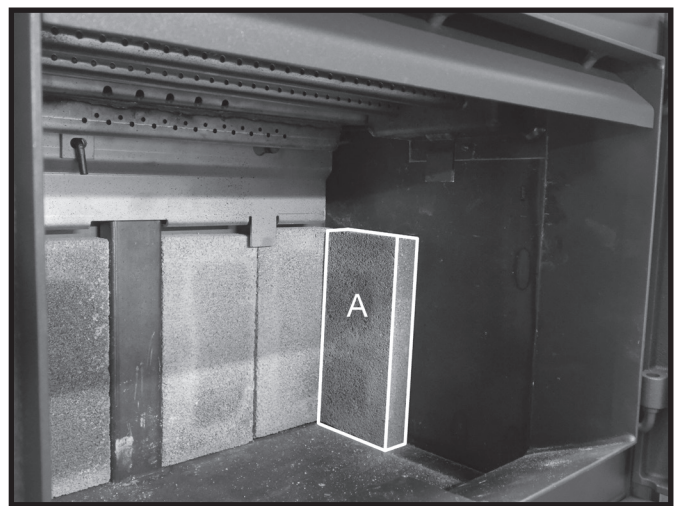

Figure 13: Première brique posées sur le mur droit.
4. Briques des murs latéraux : Placer une brique A verticalement contre le mur et contre la brique du mur du fond (Figure 13).